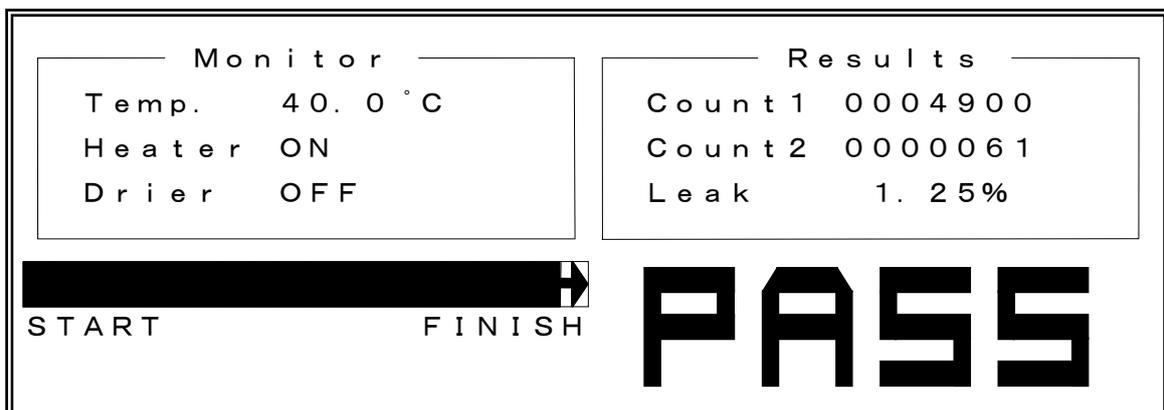
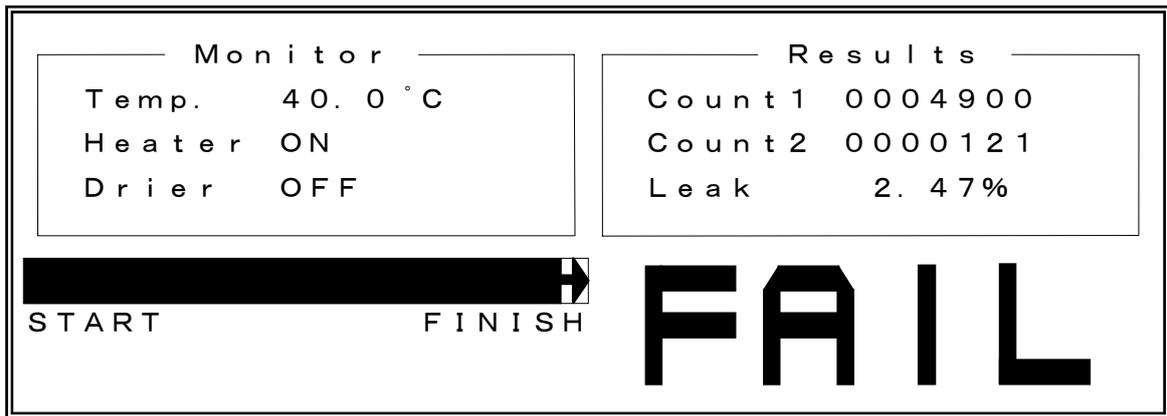
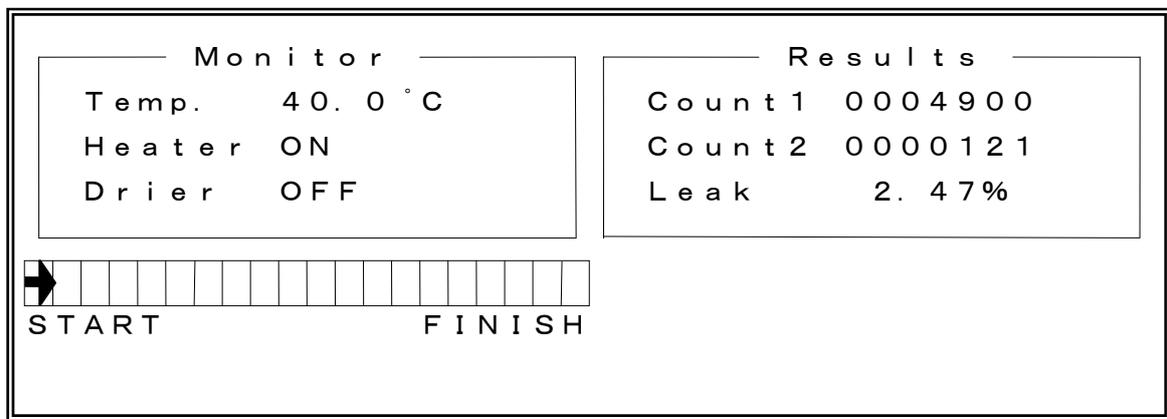

図 5
図 6
図 7
3) 測定が終了すると図5のように**Results**表示部に測定結果を表示します。
- ① 粒子個数の計数結果（マスク外部：**Count 1**、マスク内部：**Count 2**）・漏れ率の演算結果（**Leak**）・フィットネスの判定結果が表示されます。
- ② **PASS**または**FAIL**の表示部が点灯します。
- ③ **RS232C**コネクタに外部機器が接続されていると自動的に測定結果を出力します。
- ④ フィットネスが良い（**PASS**）場合には図5、フィットネスが悪い（**FAIL**）場合には図6が表示されます。
- ⑤ 次の測定を開始するまでこの表示は保たれます。
- ⑥ 次の測定を開始すると図7が表示されます。